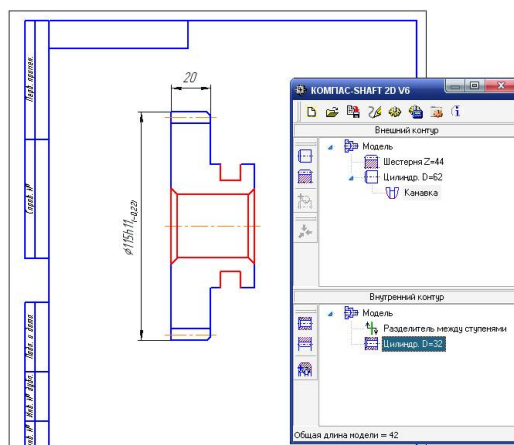

Рисунок 1.23 - Результат створення циліндричного отвору
4. натисніть кнопку - **ОК** для завершення вводу ступені. З'явиться контур ступені на робочому листі (рисунок 1.23).
2. натисніть на панелі інструментів по кнопці  – **Дополнительные элементы ступеней**. З'явиться спливаюче меню (рисунок 1.23);